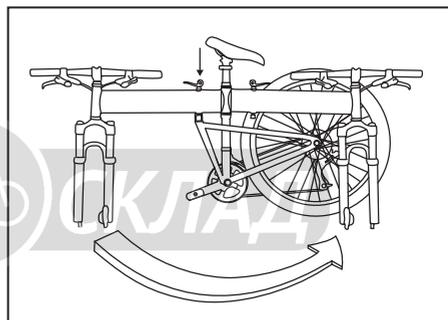

Рис. 22: Сложить раму велосипеда пополам
6. Удерживая быстроразъемный зажим одной рукой, взяться другой рукой за перекладину руля и повернуть ее в направлении от себя (Рис. 22).